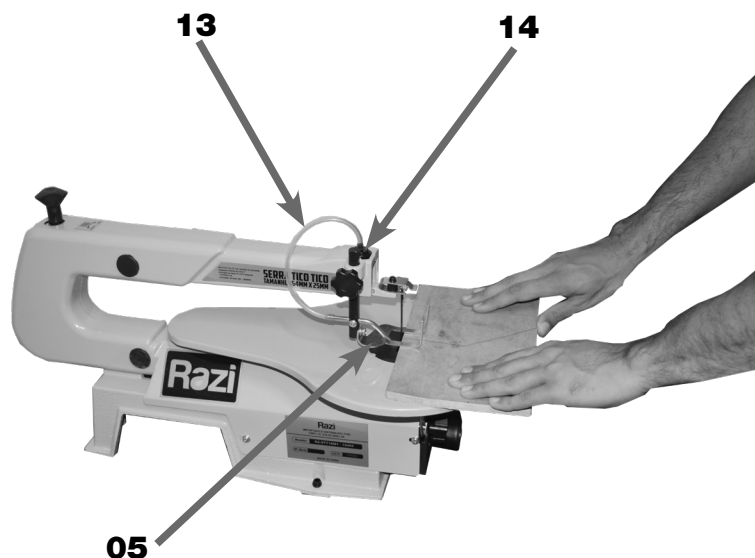

FIGURA 12 – Operação de Corte Reto
11. COLOCAR as mãos sobre a peça conforme figura 12;
12. EMPURRAR a peça para efetuar o corte como desejado (figura 12);
13. DESLIGAR a máquina através do Interruptor (15) após o corte completo da peça;
14. DESCONECTAR o Plugue de Alimentação (22) da tomada;